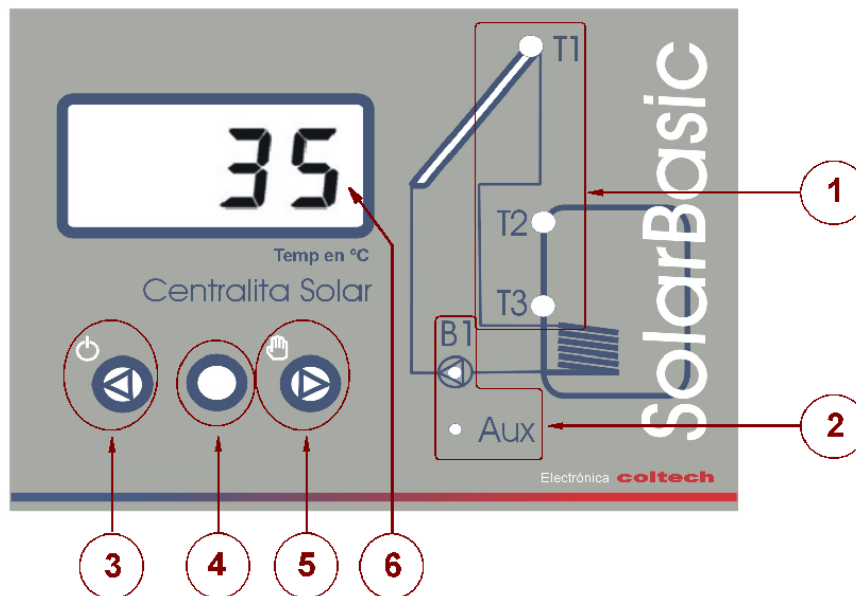

Fig 6
El display (Fig 6, elem 6) mostrará OFF la primera vez que se de alimentación a la centralita. Será necesario configurar las opciones tal como se indica en el apartado 5 del manual.
Una vez configuradas las opciones, la centralita muestra, cíclicamente, en el display la temperaturas en cada una de las sondas. La temperatura mostrada por el display corresponderá con la sonda cuyo indicador luminoso (Fig 6, elem 1) esté iluminado.
- **O** Fig 6, elem 4. Permite acceder al menú principal para seleccionar las opciones del sistema. Una vez dentro del menú, permite avanzar entre las diversas opciones que proporciona del menú.
- **<** Fig 6, elem 3. Permite cambiar los valores de cada una de las opciones del menú principal. Si se mantiene presionado más de 3 segundos, permite encender y apagar el equipo.
- **>** Fig 6, elem 5. Permite cambiar los valores de cada una de las opciones del menú principal. Si se mantiene presionado más de 3 segundos permite entrar en el modo manual.